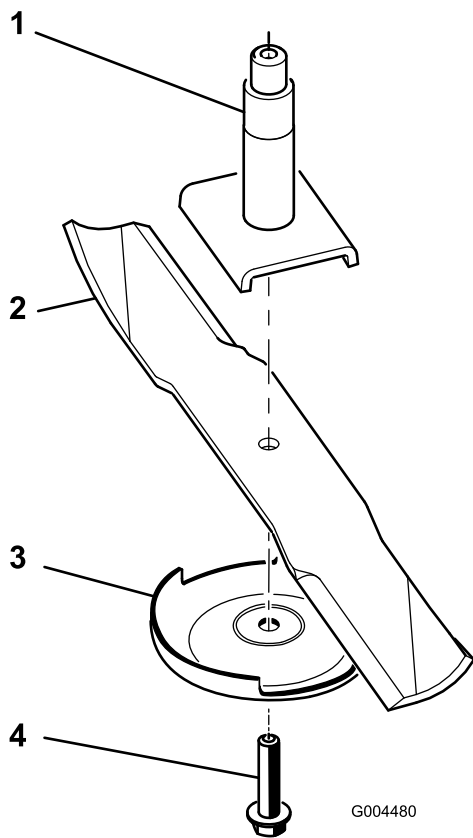

Рисунок 77
**Примечание:** Если нож остается в горизонтальном положении, значит нож сбалансирован и его можно использовать. Если нож не сбалансирован, удалите некоторое количество металла только с конца области крыла (Рисунок 77). Повторяйте эту процедуру до тех пор, пока нож не будет сбалансирован.
1. Установите нож на шпindel (Рисунок 77).
2. Установите защитную пластину и болт ножа (Рисунок 77).